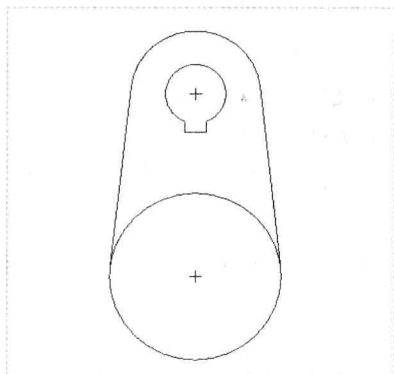

图 3-28 相切约束
Step 04 执行操作后，在绘图区任意位置单击鼠标中键，即可相切约束草图，如图 3-28 所示。